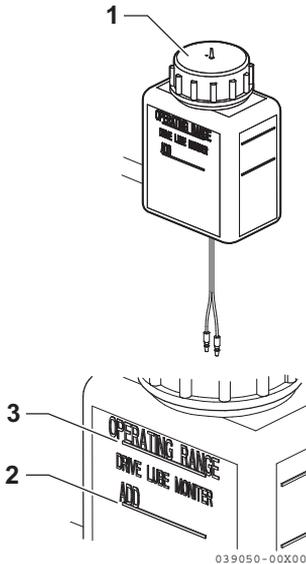

Figura 2
1. Controllare il livello dell'olio del piede poppiero (**Figura 2**). Mantenere il livello dell'olio il più vicino possibile alla linea OPERATING RANGE (GAMMA OPERATIVA) (3, **Figura 2**) (pieno) sul serbatoio (1, **Figura 2**).
2. Il livello è basso se è al di sotto della linea ADD (RABBOCCARE) (2, **Figura 2**) nel serbatoio (1, **Figura 2**). Rabboccare secondo necessità con l'olio consigliato. *Vedere Rabboccare l'olio del piede poppiero a pagina 26.*